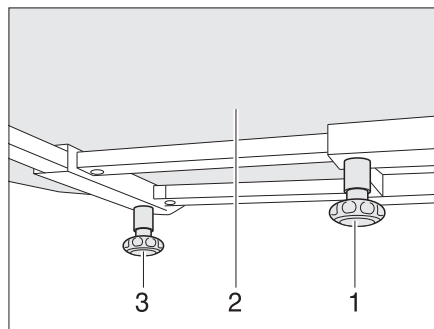

Bild 104 Fester Tisch
- Rändelschraube (Bild 104,1) lösen.
- Tischplatte (Bild 104,2) in die gewünschte Position verschieben.
- Rändelschraube (Bild 104,3) lösen.